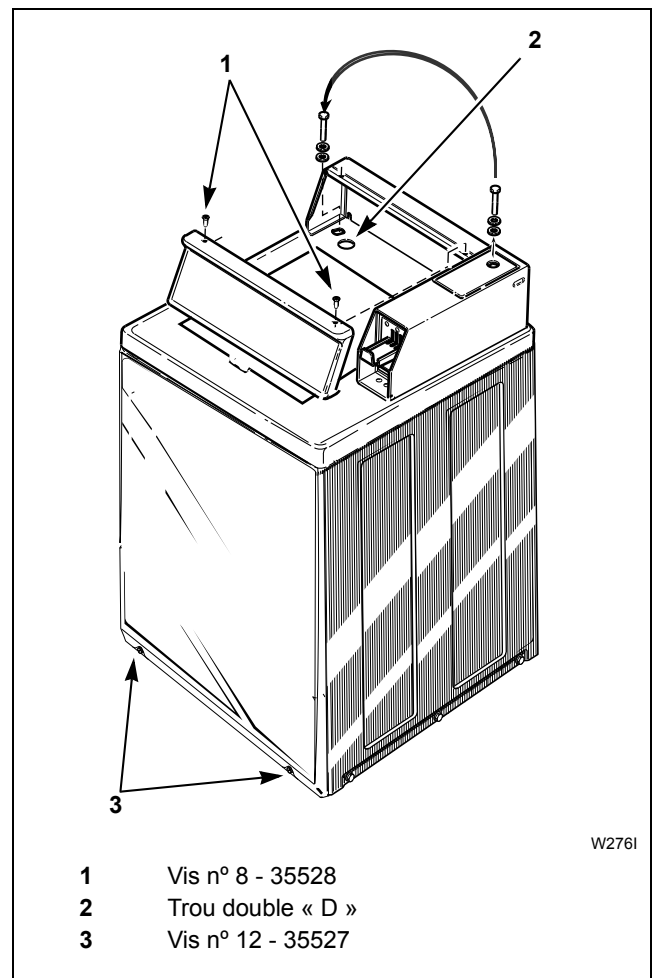

Figure 22
1. Retirer la vis cruciforme de la porte de service. Se reporter à la *Figure 22*.
4. Insérer la vis cruciforme dans le trou situé dans le coin arrière gauche du dessus du châssis (à l'intérieur du capot de commande) jusqu'à ce qu'elle s'enclenche dans l'écrou de retenue situé dans la cornière arrière gauche du châssis. Se reporter à la *Figure 22*.